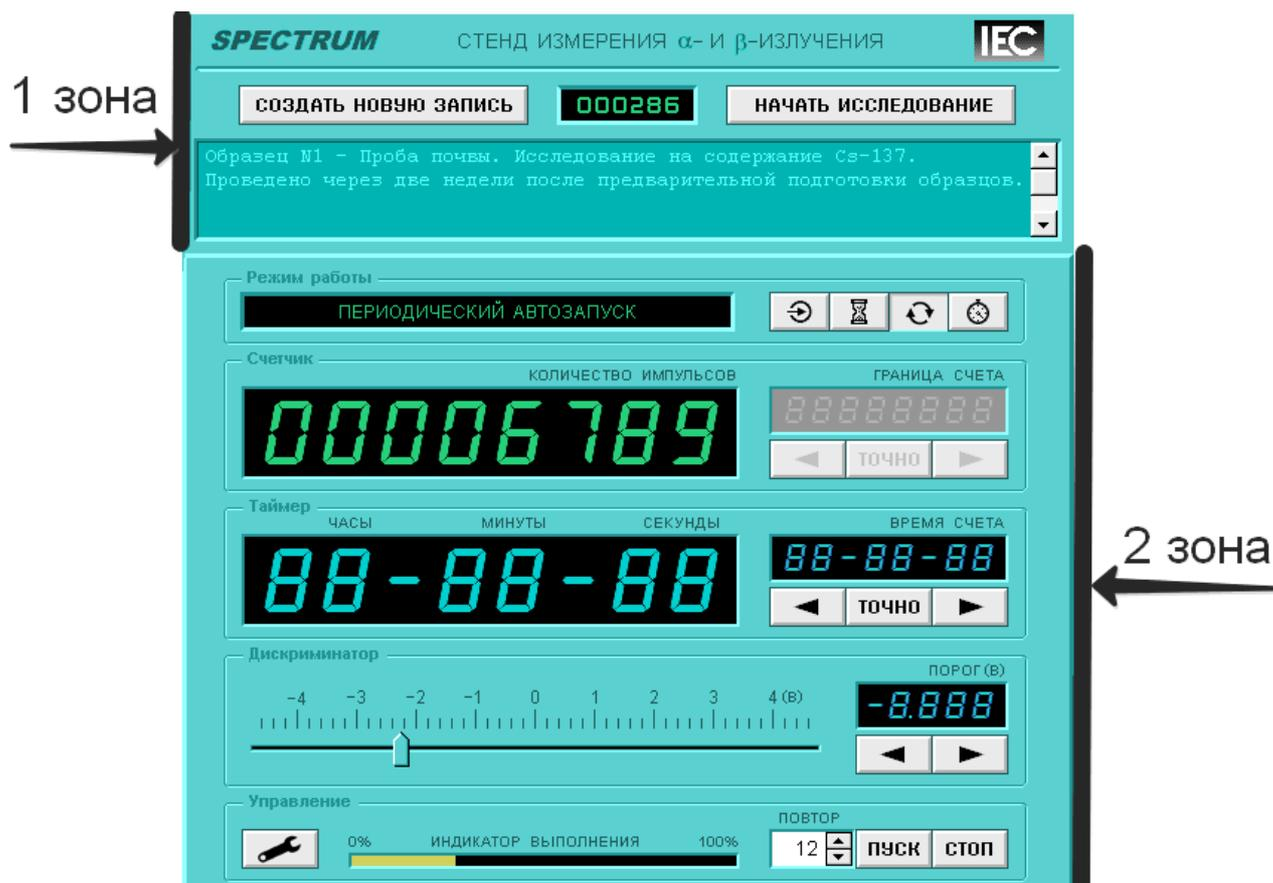

Рис. 3.4 – Панель управления программы «Счетчик импульсов»
При нажатии на пиктограмму приложения открывается панель управления программой «Счетчик импульсов» (Рис. 3.4). Она содержит различные элементы управления: кнопки, контейнеры, индикаторы. Для того, чтобы работать с максимальной эффективностью, сначала нужно ознакомиться со всеми доступными элементами управления.
– верхняя часть панели предназначена для работы с файлом отчета и включает в себя кнопки «Создать новую запись» и «Начать исследование», индикатор номера образца и поле текстового редактора для создания комментария (Рис.3.4 – 1 зона);
– нижняя часть панели предназначена для непосредственного управления экспериментами и включает в себя все остальные элементы (Рис.3.4 – 2 зона).